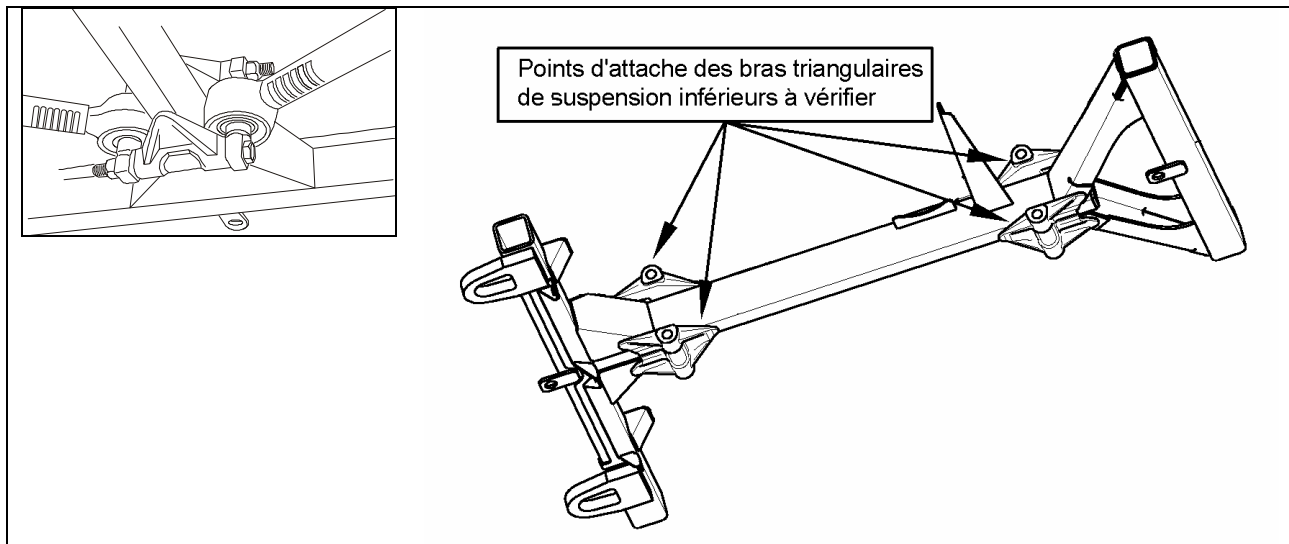

FIGURE 1: IDENTIFICATION DES QUATRE POINTS D'ATTACHE À VÉRIFIER
2. À l'avant du véhicule, localiser les 4 points d'attaches des bras triangulaires inférieurs de suspension (figure 1).